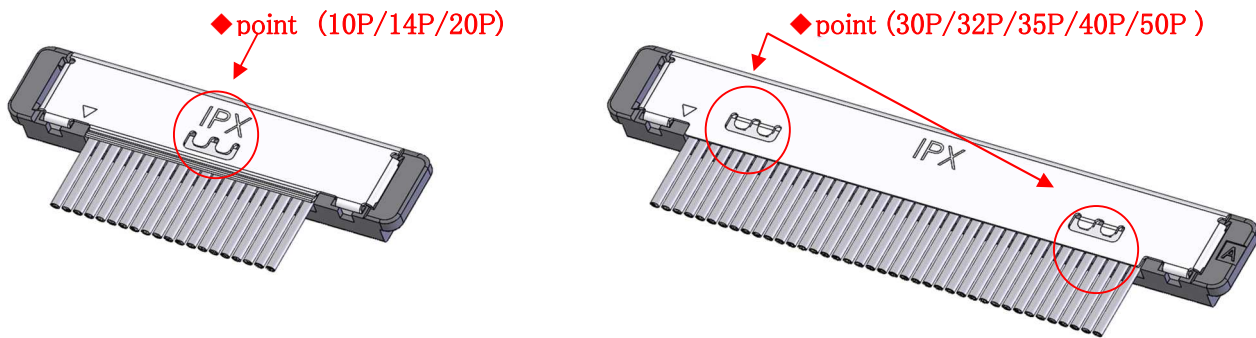

Fig.8 Soldering of METAL COVER and GND BAR
③METAL COVER と GND BAR を半田コテにて半田付けする。 (Fig.8 ◆部)
METAL COVER and GND BAR are soldered with the soldering iron. (Fig.8 ◆ point)